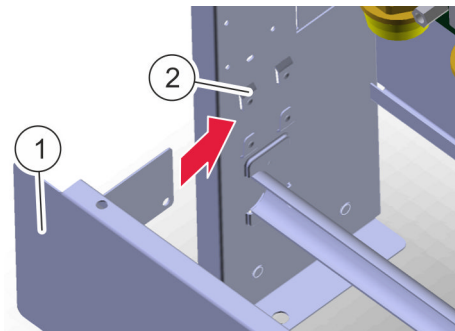

Abb. 42: Estrich-Prallblech einsetzen
- 10. ➔ Estrich-Prallblech (Abb. 42/1) in die Klemmbleche (Abb. 42/2) schieben.